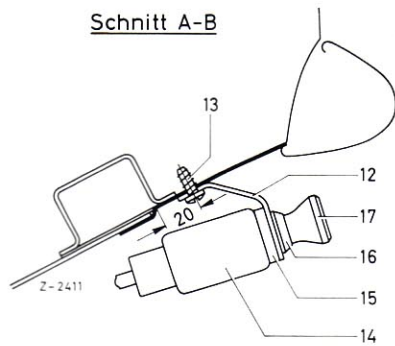

Bild 67-1/15
Bei den Typen 250 S bis 300 SEL/8 6.3 den Zusatzleitungssatz (3) entlang dem Hauptleitungssatz unterhalb der Instrumententafel bis in den Kofferraum verlegen und anschließen (Bild 67-1/24). Zusatzleitungssatz mit den Teilen Pos. 7, 8 unterhalb der Instrumententafel und an der Vorderwandssäule innen sowie bei Rechtslenker-Fahrzeugen an Querträger über Hinterachse befestigen.